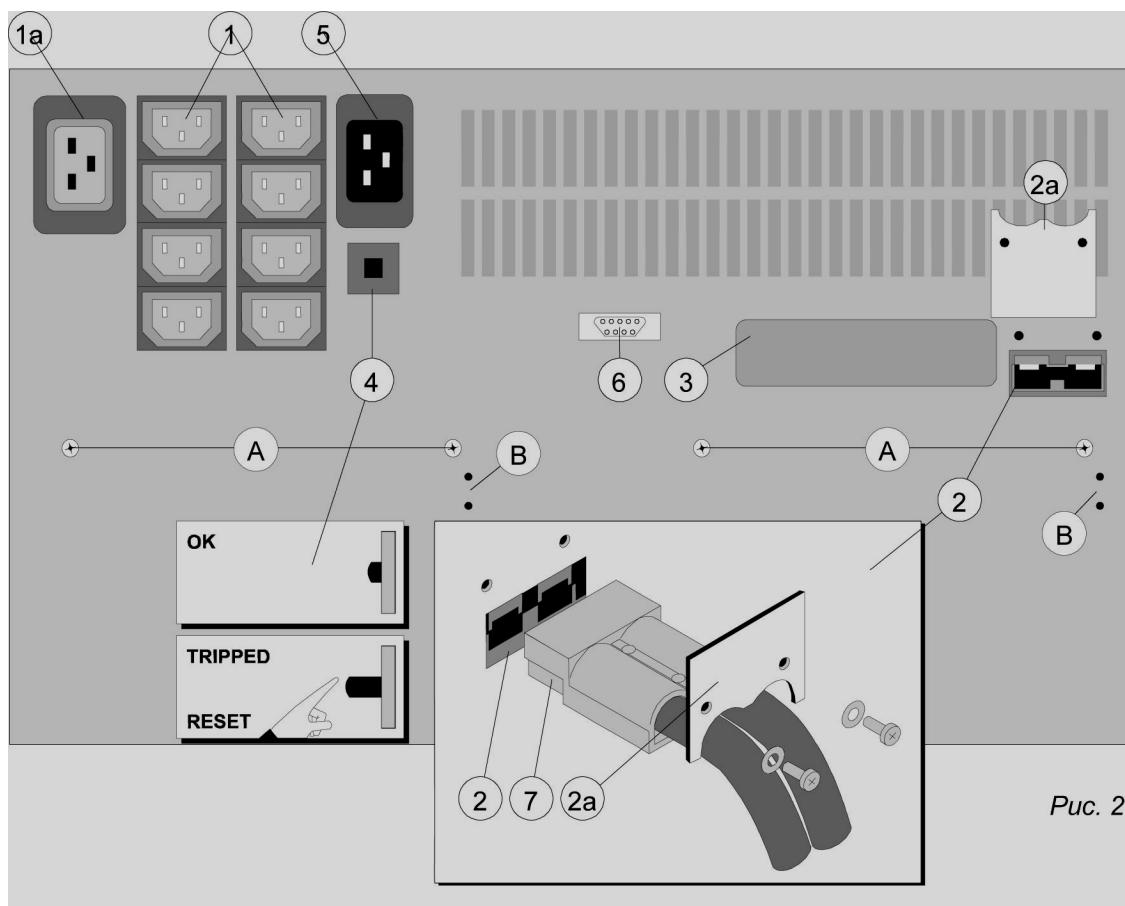
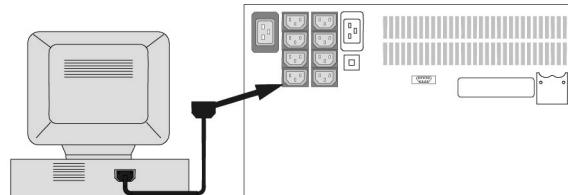
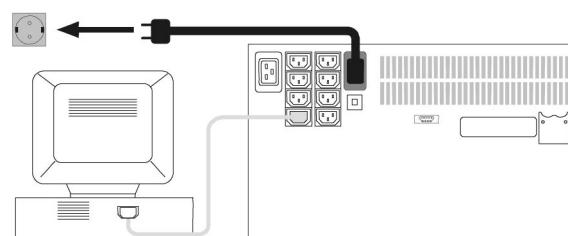

Рис. 2
Рис. 3
Рис. 4
- При транспортировке кассеты для батарей нужно снять, либо закрепить каждую из них двумя винтами к задней стенке ИБП (A, рис.2).
9. Открутите два винта и удалите съемную крышку (2а, рис.2). Подключите разъем шины постоянного тока батарейного модуля (7, рис 2) к розетке постоянного тока ИБП (2, рис.2). Поставьте на место съемную крышку с помощью двух винтов в соответствии с рис. 2 (верхней стороной вниз). Используя розетку постоянного тока батарейного модуля (не показана на рисунке), вы можете установить второй, третий и т.д. модули. См. также п. 5.1.
10. Используя выходные кабели, поставляемые вместе с ИБП, подсоедините компьютеры к выходам ИБП (1, рис.2). Распределите нагрузки как можно более равномерно по выходным розеткам ИБП. При использовании сетевых разветвителей учитывайте максимальный ток каждой выходной розетки ИБП, который составляет 10А для розеток группы (1) или 16А для розетки (1а). Нагрузочный кабель для подключения нагрузки к розетке (1а) в комплект поставки не входит. См. рис.3.
11. Подключите силовой шнур питания к входной сетевой вилке (5, рис.2) на входе ИБП. См. рис.4.
12. Подключите сетевой шнур питания к исправной сетевой розетке с заземляющим защитным контактом. См. рис.4. Зеленый светодиод "on" (10, рис.6) , будет мигать, а спустя 30 с. будет светиться постоянно - ИБП включится и на его выходе появится напряжение.